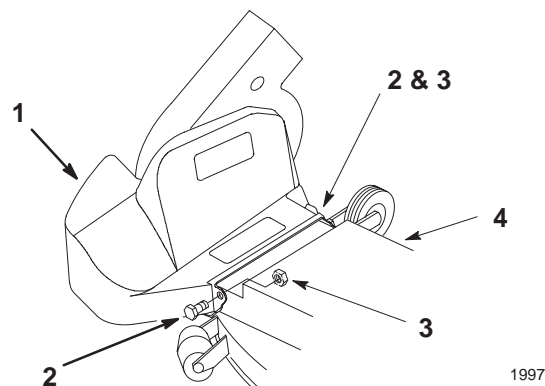

Figure 23
1. Montez le couvercle de la courroie de souffleur avec 2 boulons (1/4 x 5/8 pouce) et 2 contre-écrous (1/4 pouce) (Fig. 23).